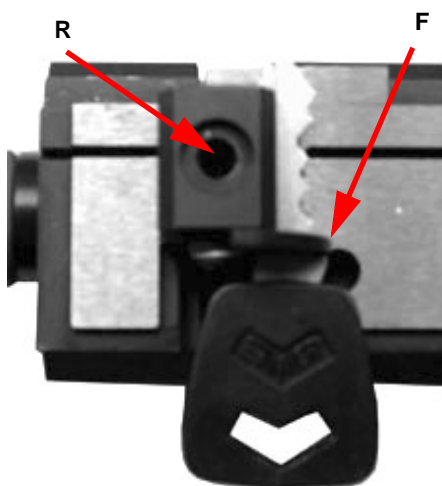

Figura 35: Adaptador para llaves JIS
1. Introduzca los adaptadores tipo **MJ** en las abrazaderas llevándolos al final del apoyo, y fijarlos por medio de las manillas de fijación (9);
3. Ponga las llaves de modo que el tope del adaptador (F) se fije en el tope de la llave (véase figura 35);
4. Fijar las llaves a los adaptadores por medio del dado (R);